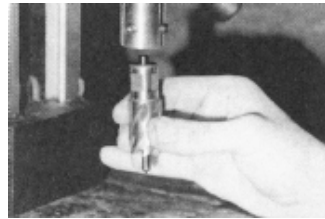

Рис. 3
**Крепление фрезы:** Фреза крепится в патроне с помощью двух винтов с потайной шестигранной головкой, зажимающих лыски (плоские поверхности) хвостовика фрезы (Рис.3).